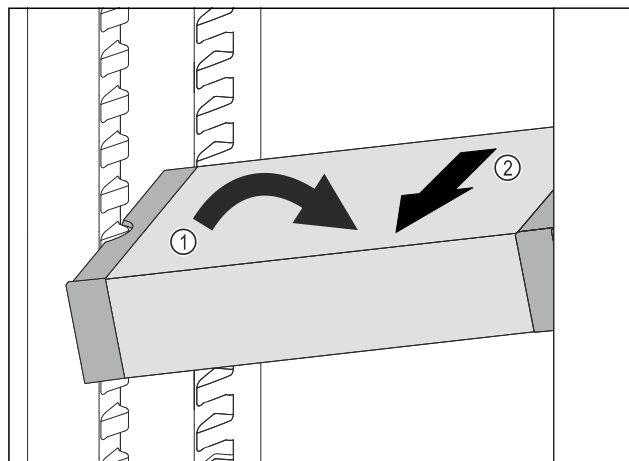

Fig. 97
- ▶ 在冷藏区中倾斜 VarioSafe。 Fig. 97 (1)
- ▶ 向前取出 VarioSafe。 Fig. 97 (2)